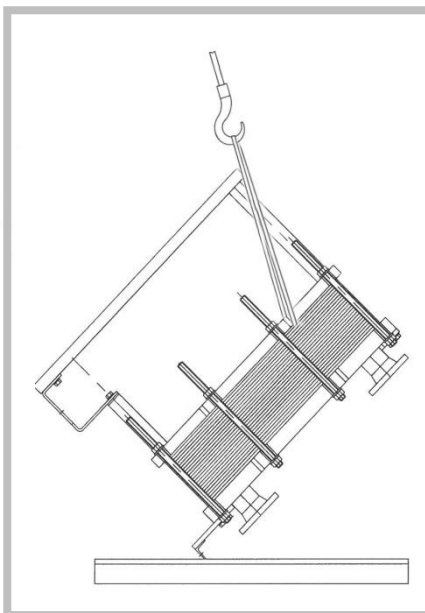

Рисунок 26
3. Медленно поднять ПТО с поддона за центр тяжести (Рисунок 26). При этом необходимо следить, чтобы грузозахватное приспособление крепко и надежно располагалось в рым-болтах.